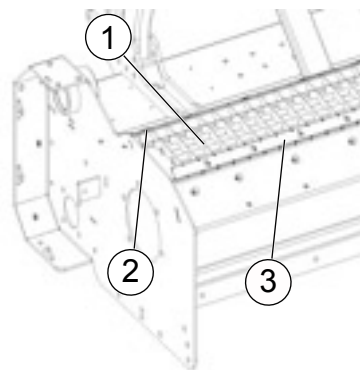

Fig.54
- Inserire la griglia (1, "Fig.54") sulla struttura della macchina. Avvitare le viti (2, "Fig.54").
- Inserire il coperchio e avvitare con le viti (3, "Fig.54").
- Place the grid (1, "Fig.54") on the machine structure. Tighten the screws (2, "Fig.54").
- Insert the cover and fix it with the screws (3, "Fig.54").
- Insérer la grille (1, "Fig.54") sur la structure de la machine. Visser les vis (2, "Fig.54").
- Insérer le couvercle et le visser avec les vis (3, "Fig.54").
- Setzen Sie den Ständer (1, "Fig.54") an der Maschinenstruktur. Ziehen Sie die Schraube (2, "Fig.54").
- Bringen Sie die Abdeckung und ziehen Sie die Schrauben (3, "Fig.54").
- Insertar la rejilla (1, "Fig.54") sobre la estructura de la maquina. Atornillar las vides (2, "Fig.54").
- Insertar la tapa y atornillar con los tornillos (3, "Fig.54").
- Colocar a grelha (1, "Fig.54") na moldura da máquina. Apertar os parafusos (2, "Fig.54").
- Inserir a tampa e aparafusá-la com os parafusos (3, "Fig.54").